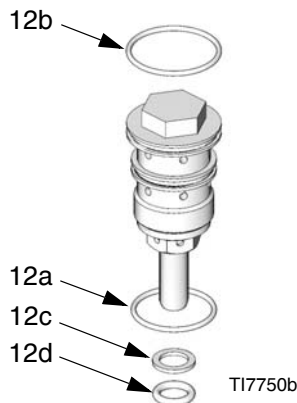

Рис. 13. Первоначальная детализовка тарелки
7. См. стр. 19, Рис. 13. Смажьте прокладки (46), и проверьте, что они выровнены относительно отверстий в задней части воздушного клапана (40). Установите воздушный клапан. Установите винты (41) и закрутите их с вращающим моментом 20 фунтов на фут (27,1 Н•м). Закрутите винты (43) вручную, затем полностью зажмите их к глушителю (15).
4. См. Рис. 13 Отвинтите узлы тарелок (12). Небольшие кольцевые уплотнения (12с, 12d) могут не выйти вместе с узлами тарелок. Проверьте, что удалили их из верхней крышки (1) или нижней крышки (3).
6. Смажьте узлы тарелки (12), и перемонтируйте в верхней крышке(1) и нижней крышке (3). Крутящий момент до 30-36 фунт-футов (40,6-48,8 Н•м).